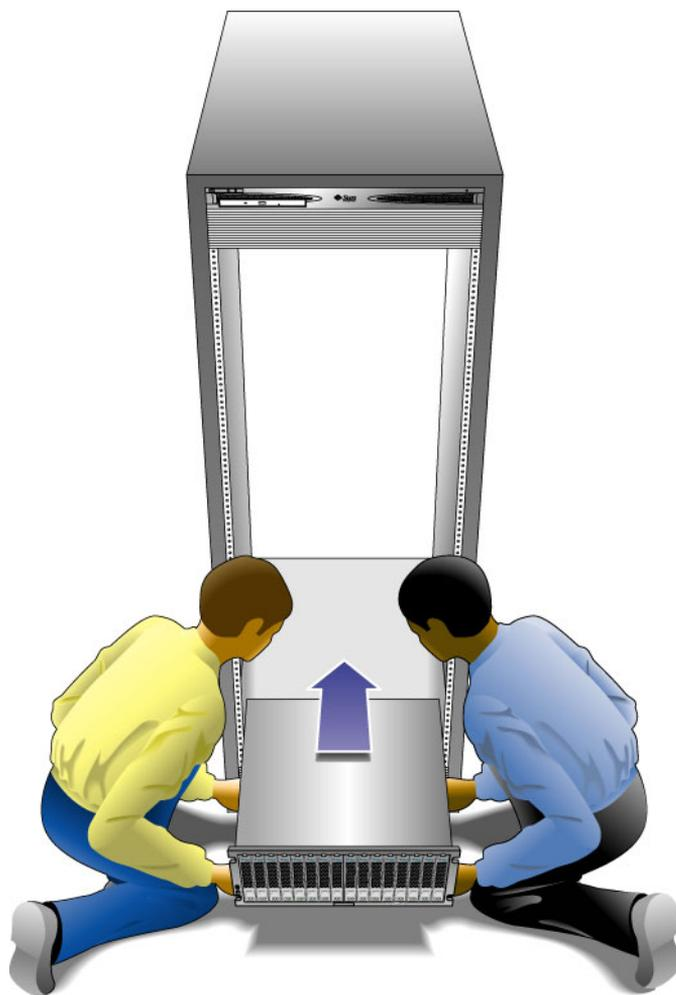

図 2-7 装置のキャビネットへの配置
1. 2人で作業を行います。装置の両側に1人ずつ立ち、装置を慎重に持ち上げて、左右のレールの下部の棚になった部分に載せます (図 2-7)。